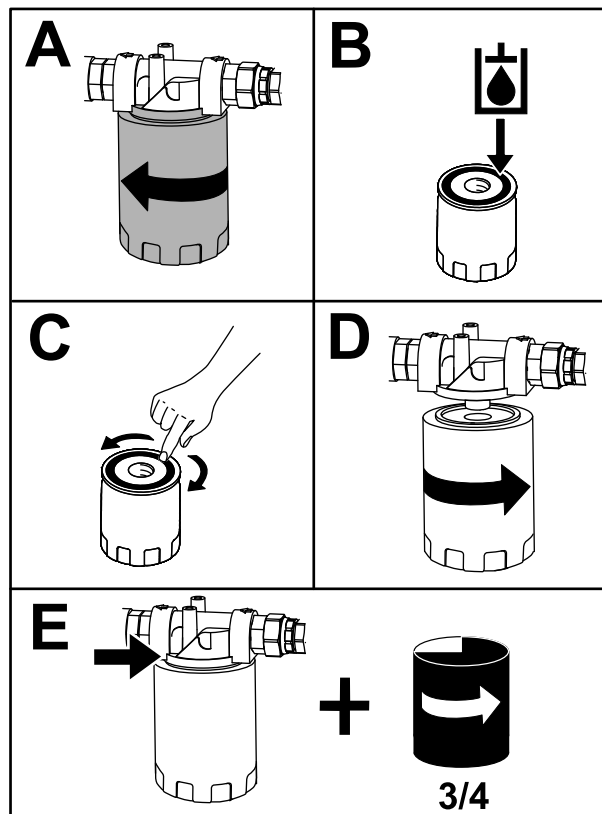

Figura 35
2. Placez un bac de vidange sous le filtre et remplacez le filtre (Figura 35).